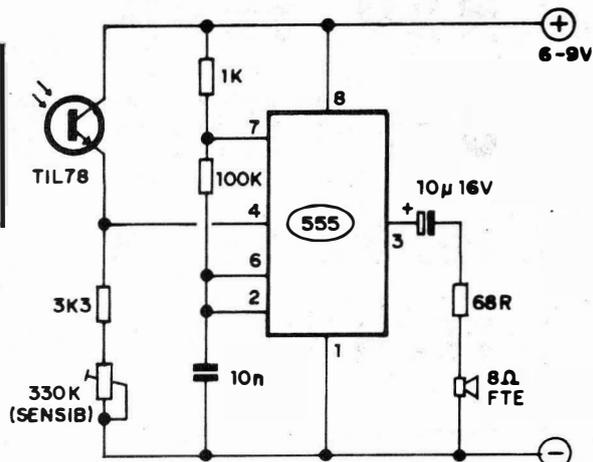

Fig.8
- FIG. 8 - ALARME "ANTI-XERETA" (PARA CAIXAS, COFRES, ETC.) - Esse fantástico bichinho de 8 pernas que é o 555, pode centrar circuitos e aplicativos os mais diversos, todos utilíssimos (e - como dissémos - o presente ARQUIVO TÉCNICO só traz uma "amostra" das potencialidades...), simples, baratos e "descomplicados". O circuitinho do diagrama 8 faz o seguinte: montado de forma compacta, alimentado por pilhas ou pequena bateria, pode ser guardado dentro de um cofre ou caixa (única pré-condição: que o tal container seja de material opaco...) cujo conteúdo se